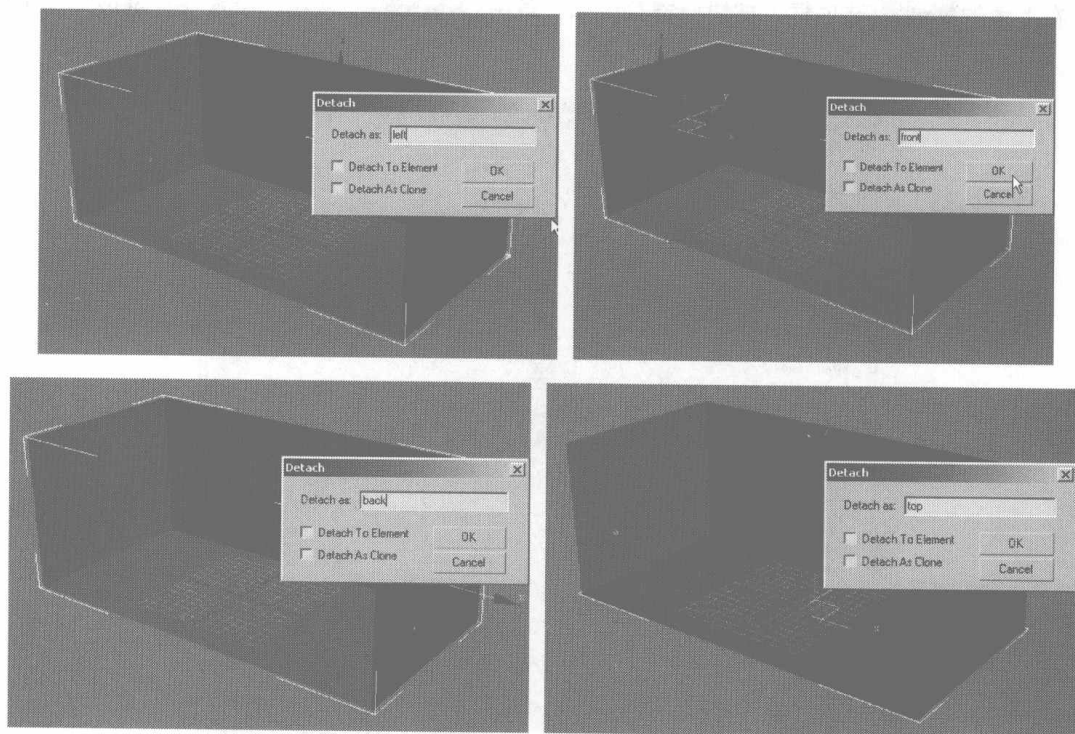

图 7.8
- 06** 分别选择物体上的每一个面，单击 **Edit Geometry** 卷展栏中的 **Detach** 按钮，在弹出对话框中设置分离选项，在 **Detach as:** 选项框中输入名称，下面两个选择不选，将面单独分离出来，然后单击 **OK** 按钮，如图 7.8 所示。